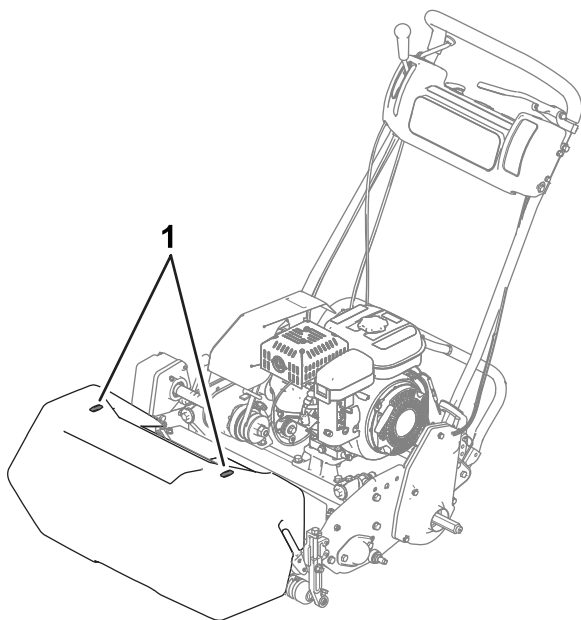

Figura 22
- Para ayudarse a segar en línea recta a través del green, y para mantener la misma distancia del borde de la pasada anterior, utilice las rayas de alineación del recogedor (Figura 22).